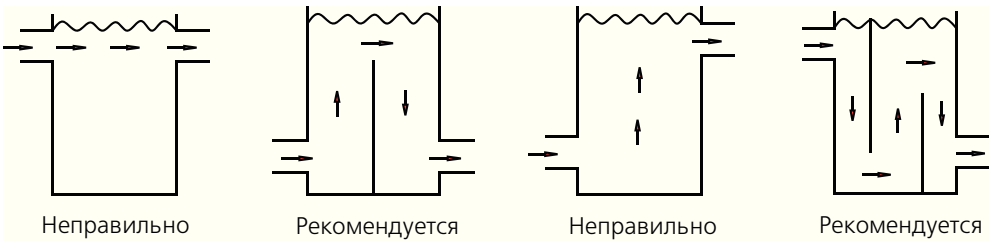

Рис. 4-2
- Входная труба испарителя должна быть снабжена реле протока воды, чтобы обеспечить защиту модуля от разрыва потока. С обеих сторон реле протока воды должны быть прикреплены горизонтальные прямые отрезки трубы, длина которых в пять раз превосходит диаметр впускной трубы. Реле протока воды должно устанавливаться в строгом соответствии с указаниями по монтажу и регулировке пульта управления расхода (см. рис. 4.2 - 4.4). Провода реле протока воды должны присоединяться к электрораспределительному шкафу с помощью экранированного кабеля. Рабочее давление реле протока воды - 1,0 мПа, а диаметр согласующего отверстия - 1 дюйм (25,4 мм). Реле протока воды должно быть настроено надлежащим образом согласно номинальному значению расхода воды.